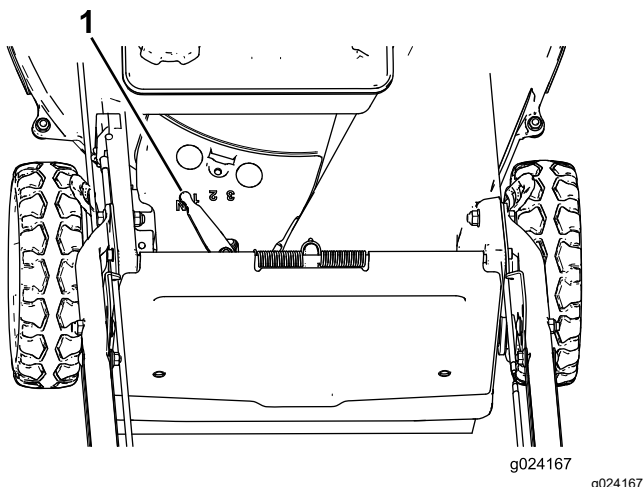

Figura 15
La máquina tiene 3 velocidades de avance: 1 (lenta), 2 (media), y 3 (rápida); también tiene una posición de Punto muerto (N). La palanca de autopropulsión está situada debajo y detrás del depósito de combustible (Figura 15).